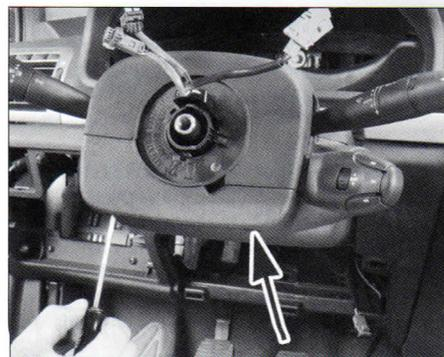

FIG. 3
- los tornillos de fijación de las carcasas de la columna (**fig. 3**) y separarlas desenchajandolas del fuelle del salpicadero.
- los tornillos de fijación de las carcasas de la columna (fig. 3) y separarlas del fuelle del salpicadero.